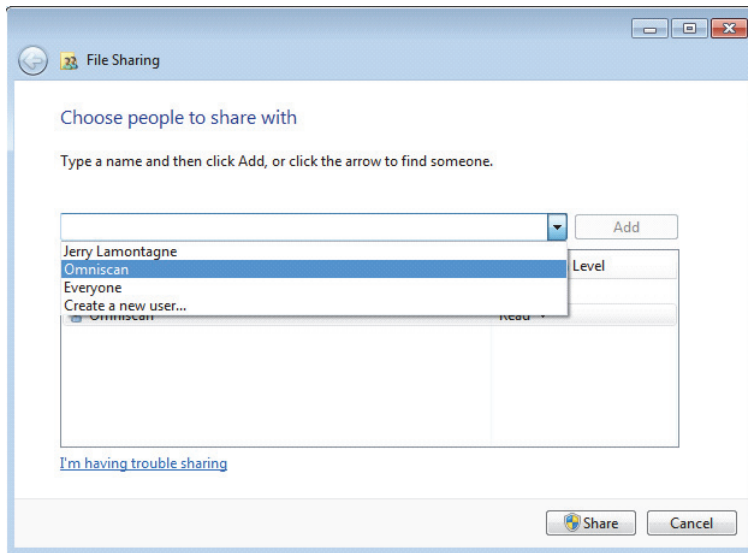

Рис. 7-28 Окно Общий доступ к файлам (Windows 7)
5. В диалоговом окне **File Sharing** [Общий доступ к файлам] (см. Рис. 7-28 на стр. 241) выберите **Omniscan** и щелкните **Добавить**.